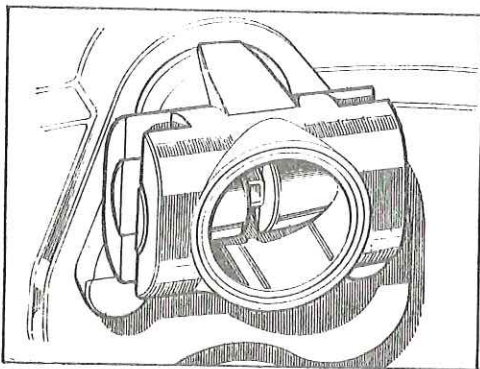

Fig. H-51 Émbolos en la caja
- 3.3. Los dos émbolos son idénticos y pueden montarse en cualquiera de los brazos, bastando alinear los extremos inclinados de aquellos, con el cono (Fig. H-51).